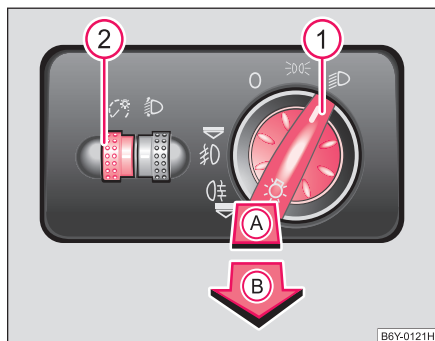

Fig. 30 Tabloul de comandă: Întrerupătorul pentru lumini
- Rotiți întrerupătorul pentru lumini ① ➔ Fig. 30 în poziția ➔.
- Rotiți butonul de reglare ② ➔ Fig. 30, până când iluminarea instrumentelor atinge intensitatea dorită de dumneavoastră.
La autovehiculele cu **volanul pe dreapta\*** poziționarea întrerupătoarelor este diferită față de cea din ➔ Fig. 30. Simbolurile însă, rămân neschimbate.
⇒ Pagina 53, Fig. 30.